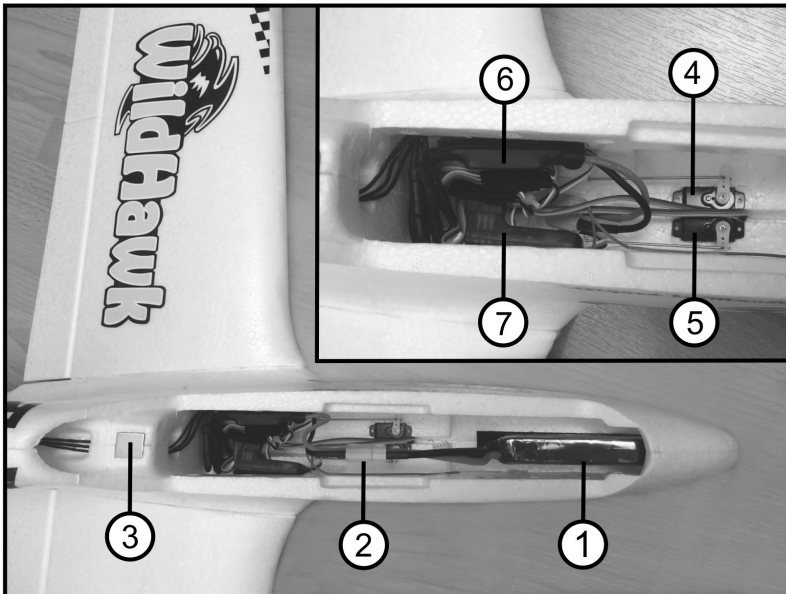

Bild 8
Das 2adrige Anschlusskabel am Akku (4) dient zur Stromversorgung des Antriebsmotors. Dieses Kabel wird später im Modell am Flugregler angeschlossen (siehe auch Bild 8). Während dem Ladevorgang darf dieses Kabel nicht mit dem Flugregler verbunden sein.
Heben Sie für die nachfolgenden Arbeiten die Kabinenhaube ab. Diese wird mit einem Magneten am Rumpf fixiert (siehe auch Bild 8, Pos. 3). Zum Abheben ziehen Sie die Haube beim Lüftungseintritt am Motorpylon ein Stück senkrecht nach oben.
Stellen Sie die Ruderhörner der Servos für Höhen- und Seitenruder exakt im 90°-Winkel zum Servogehäuse ein (siehe auch Bild 8, Pos. 4 + 5).
In Bild 8 sehen Sie die Position des Flugakkus (1), das Steckersystem (2), den Magneten für die Kabinenhaftung (3), das Höhenruderservo (4), das Seitenruderservo (5), den Flugregler (6) und den Empfänger (7).
In Bild 8 ist der Akku in stehender Position dargestellt. Je nach Größe des Akkus und der notwendigen Position zur Erreichung des korrekten Schwerpunktes kann es notwendig sein, dass der Akku in liegender Position im Rumpf positioniert werden muss, um die Kabinenhaube verschließen zu können.
Schließen Sie den Flugakku am Flugregler an (siehe auch Bild 8, Pos. 2). Der Flugregler überprüft jetzt das Steuersignal „Motor aus“ des Senders. Je nachdem, wie der Flugregler programmiert ist, wird die Betriebsbereitschaft des Flugreglers durch verschiedene Signaltöne signalisiert.